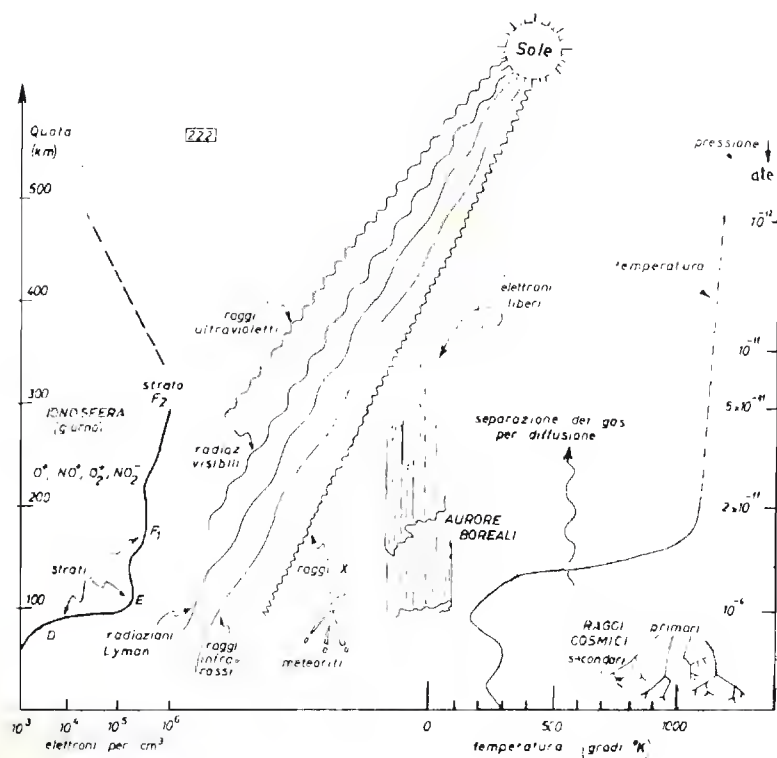

Fig. 222
2. - Temperature. Nella fig. 222 le temperature sono espresse in gradi Kelvin ( $^{\circ}K = ^{\circ}C + 273$ ). Partendo dal livello del mare, il gradiente è di  $-7^{\circ}C$  ogni 1000 m di quota. Nella stratosfera troviamo una temperatura media di  $-55^{\circ}C$ . Agli 80 km di quota si passano i  $273^{\circ}K$  = Zero  $^{\circ}C$ ; poi